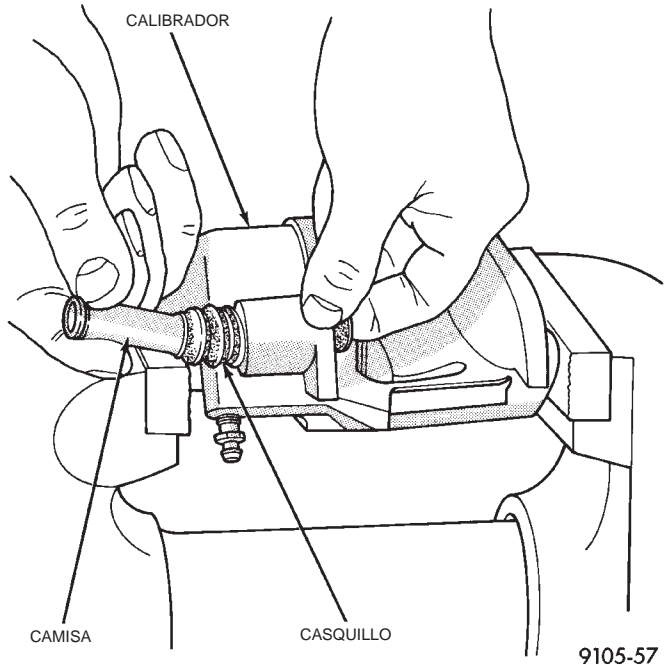

Fig. 170 Desmontaje de la camisa interior del casquillo
(1) Retire el calibrador del rotor de freno (Consulte Desmontaje de la zapata de freno). Cuelgue el conjunto del calibrador en un gancho de alambre, lejos del rotor de freno.
(2) Presione hacia afuera y luego extraiga la camisa de acero de la parte interior del casquillo con los dedos, tal como se describe en (Fig. 170).